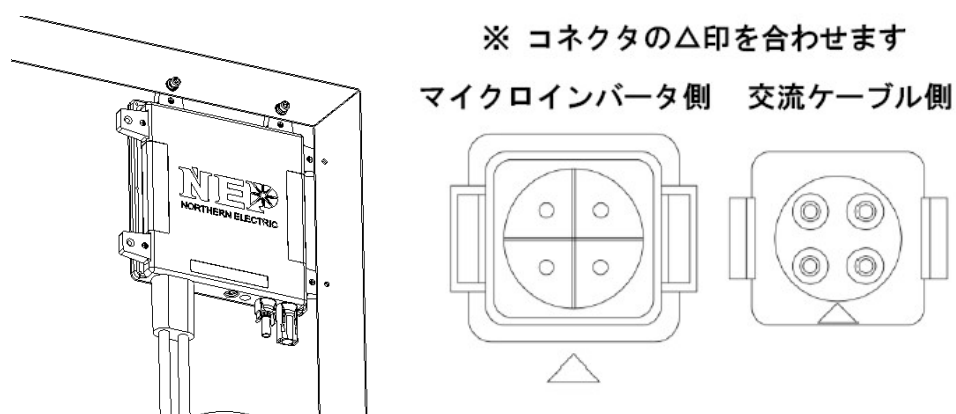

図7 交流ケーブルの接続方法
- Step1 各マイクロインバータ BDM-300-210JD の交流出力ケーブルが取付いています。コネクタはしっかりと奥まで差し込み、容易に抜けないことを確認して下さい（図7 をご参照願います）。